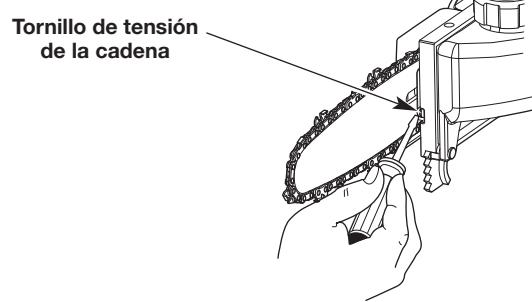
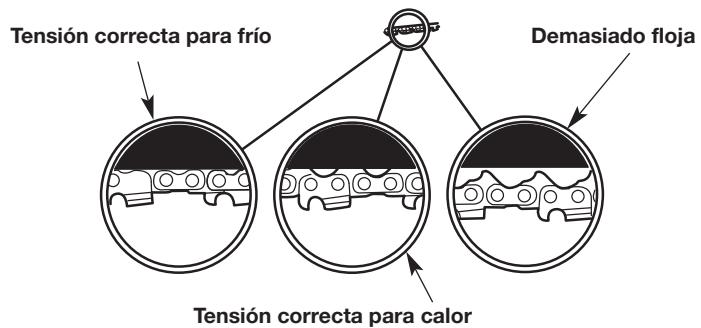

Fig. 13
Fig. 14
- Use un destornillador de cabeza plana para hacer girar el tornillo de tensión de la cadena cuatro vueltas (4) en sentido contrario al reloj (Fig. 13).
2. Sostenga la punta de la barra de guía hacia arriba y con un destornillador de cabeza plana gire el tornillo de tensión de la cadena (Fig. 13). Girando el tornillo en sentido del reloj se ajusta la cadena de la sierra. Girando el tornillo en sentido contrario al reloj se afloja la cadena de la sierra. Se debe ceñir a la barra de guía según la temperatura de la cadena de la sierra (Fig. 14).